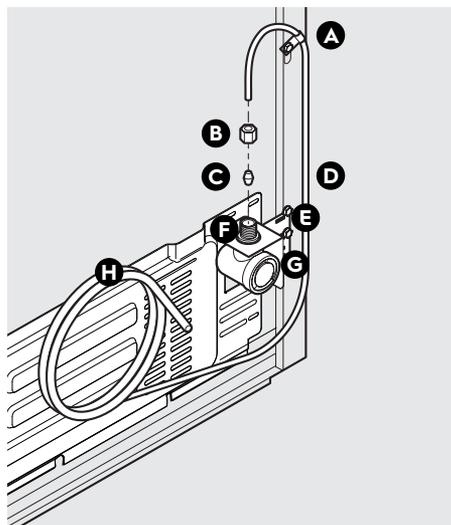

Figura 1
4. Si usa **tubos de cobre**: Deslice la tuerca de compresión de latón y luego el casquillo (manguito) en la tubería de suministro de agua. Introduzca la tubería de suministro de agua en la entrada de la válvula de agua tanto como sea posible (6,4 mm/¼ in). Deslice el casquillo (manguito) en la entrada de la válvula y apriete con los dedos la tuerca de compresión en la válvula. Ajuste otra media vuelta con una llave inglesa; **NO** ajuste en exceso. Ver la figura 1.